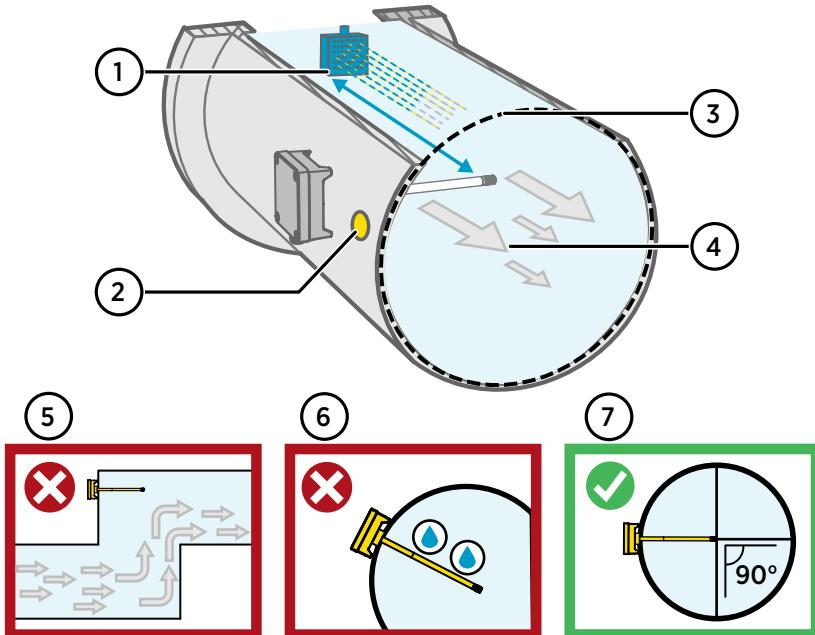

Figure 27 Présentation de l'installation sur gaine
- 4. En option : Percez un second orifice pour les mesures de référence à environ 30 cm (12 pouces) de l'orifice d'installation du transmetteur. consultez la section Figure 27 \(page 44\).